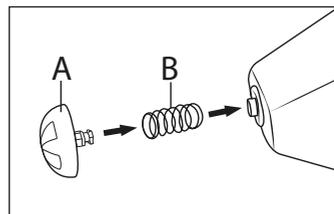
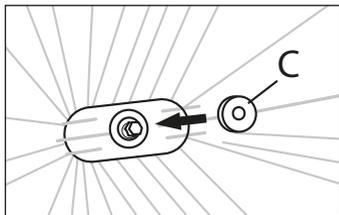

Fig. 2
Fig. 3
- 4) Per pulire il cestello del filtro **11** staccare l'uscita dell'acqua con dispositivo antigoccia tirando dal dispositivo stesso **A**. Attenzione a non lasciare cadere i singoli pezzi, poiché potrebbe saltare via la molla **B**, mentre il disco elastico **C** potrebbe andare perso. Pulire i pezzi con acqua e detersivo e riassemblare il tutto. A tal scopo premere il dispositivo salvagoccia **A** con molla **B** nell'apertura dell'uscita dell'acqua (vedere fig. 2). Quindi applicare il disco elastico **C** situato all'interno del cestello del filtro **11** all'estremità a stella dell'asse del bricco per il caffè antigoccia in modo da poter poi fissare le parti (vedere fig. 3).